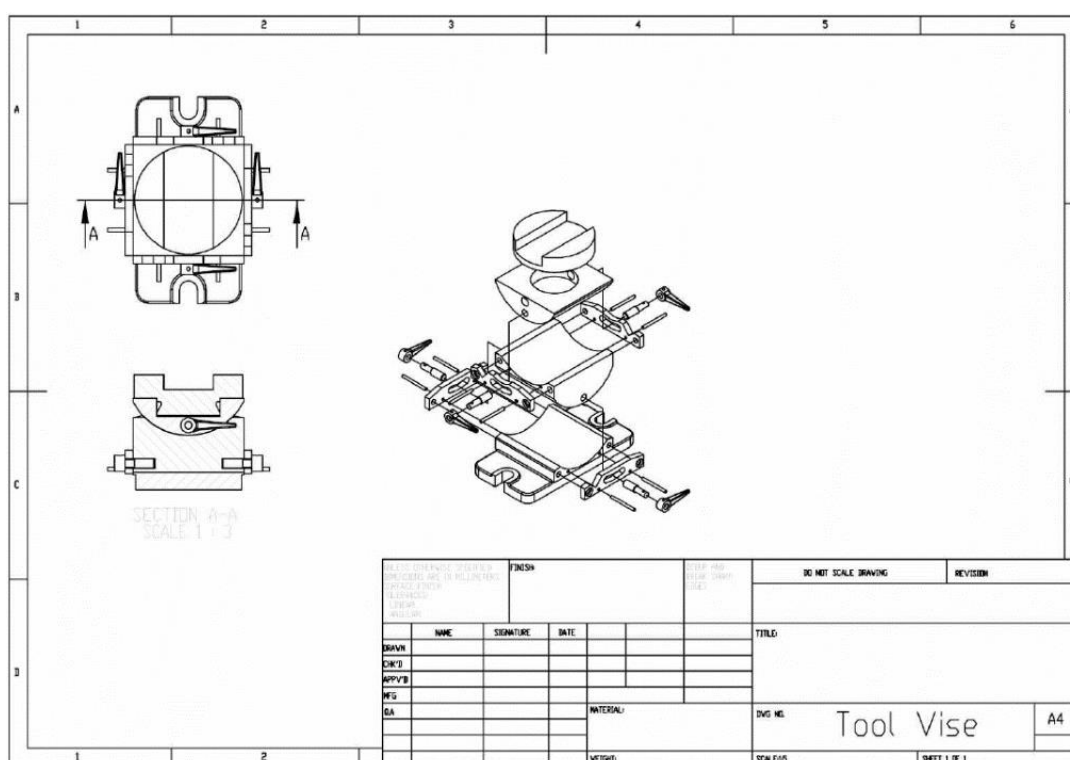

Рисунок 11.12 – Креслення після створення ізометричного вигляду у рознесеному стані
- д) Створити ізометричний вид і змінити його стан на рознесений (рис. 11.12).